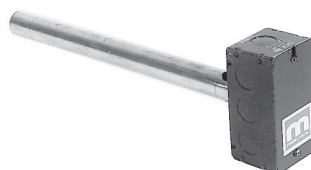

Figure 20. Ensemble capteur et tube de mélange
- a. Pour les unités avec ensemble capteur et tube de mélange (voir Figure 20), enlever le panneau d'accès aux conduits, glissez le tube de mélange dans le conduit et fixez le capteur.